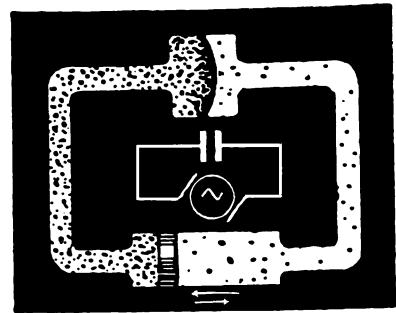

Fig. 12. De loop van den wisselstroom door den condensator.
W. — Ja, als je stroombron er een voor gelijkstroom is. Maar niet als je een wisselstroomgenerator gebruikt, dat is een machine, die wisselstroom voortbrengt. Een dergelijke machine kan in ons voorbeeld worden voorgesteld als een zuiger, die voortdurend heen en weer wordt bewogen (fig. 12).